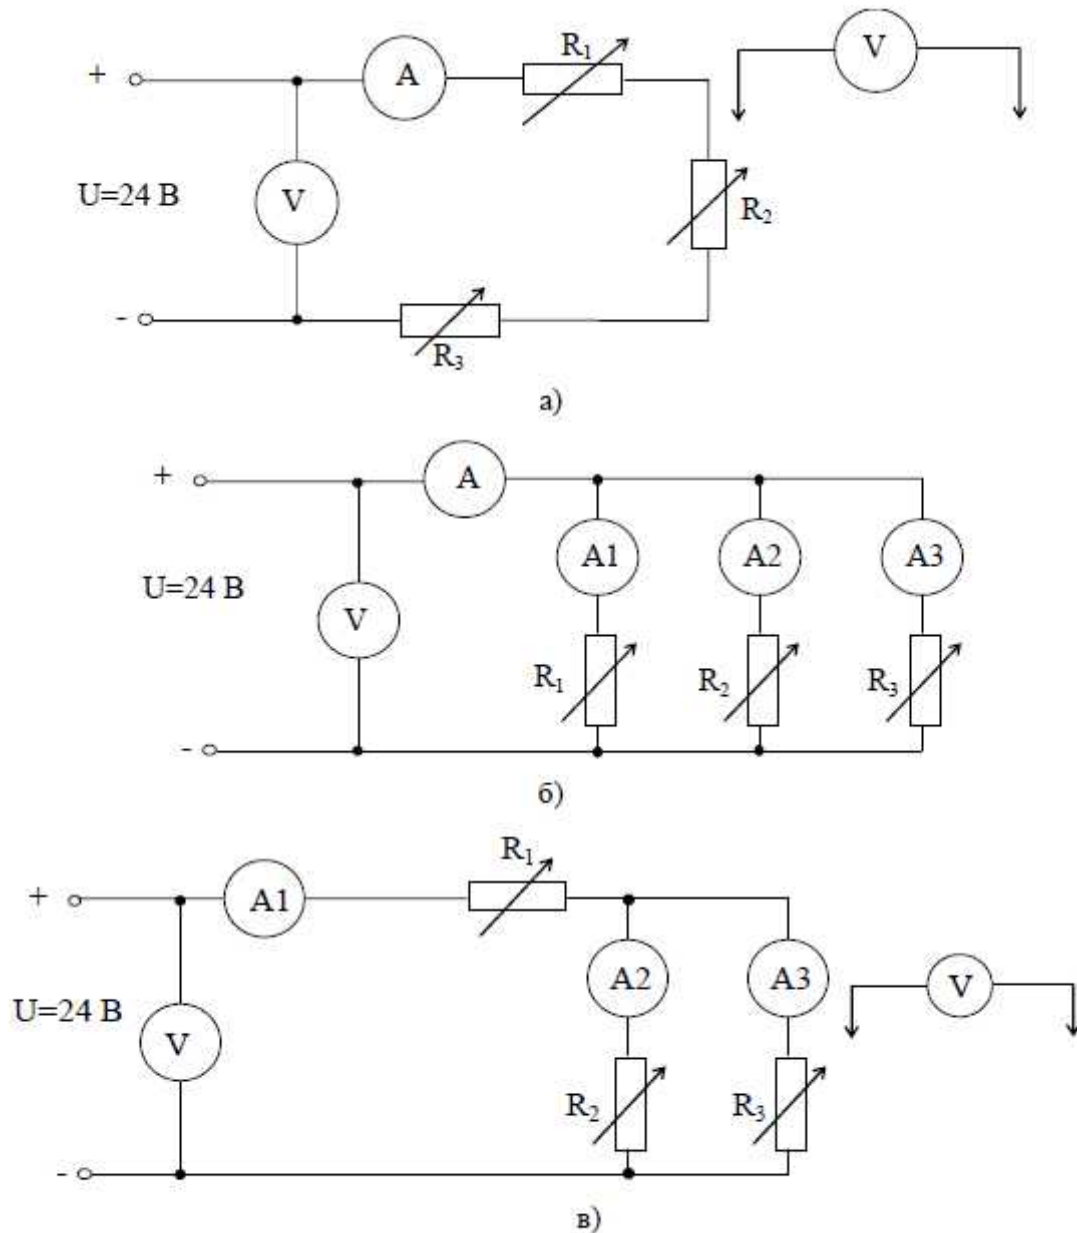

Рис. 1.2. Схемы лабораторной работы для исследований:
3. Собрать схему (рис. 1.2, а) и предъявить её для проверки преподавателю.
8. Собрать схему (рис. 1.2, б) и предъявить её для проверки преподавателю.
13. Собрать схему (рис. 1.2, в) и предъявить её для проверки преподавателю.